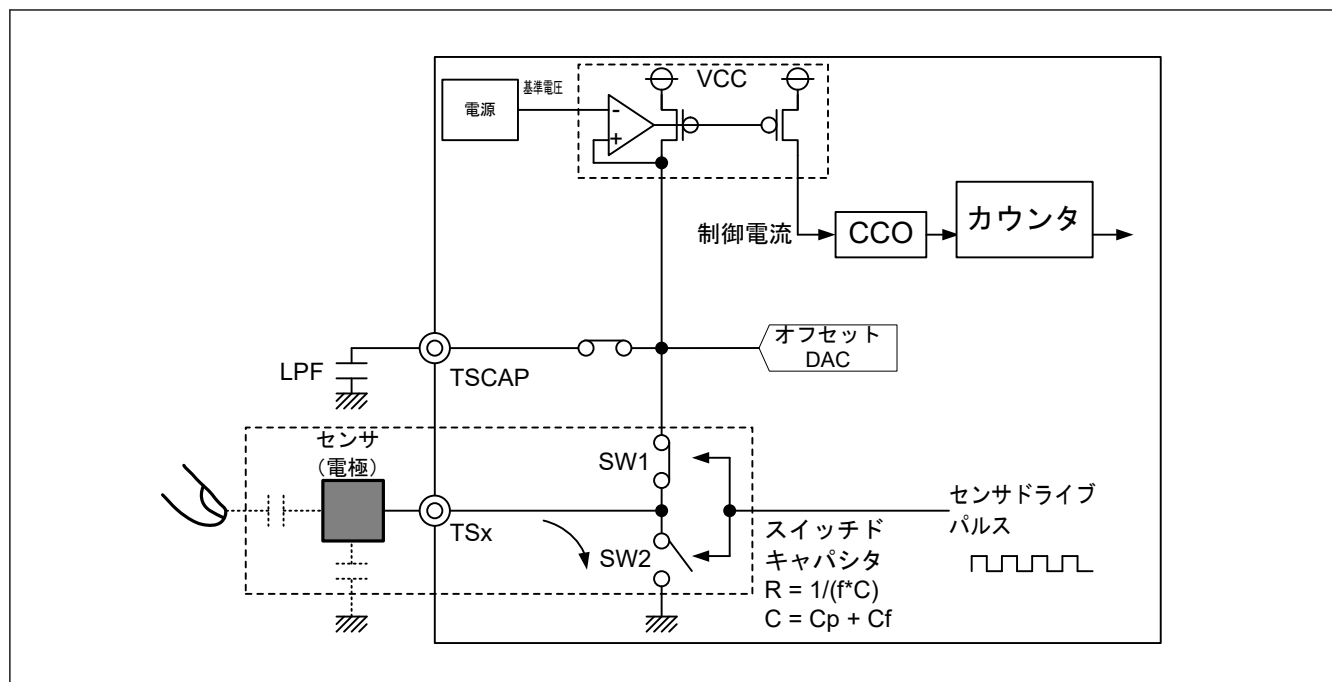

図 32.6 自己容量放電動作
2. SW1 を OFF、SW2 を ON にすることで、充電された容量は放電されます (図 32.6)。